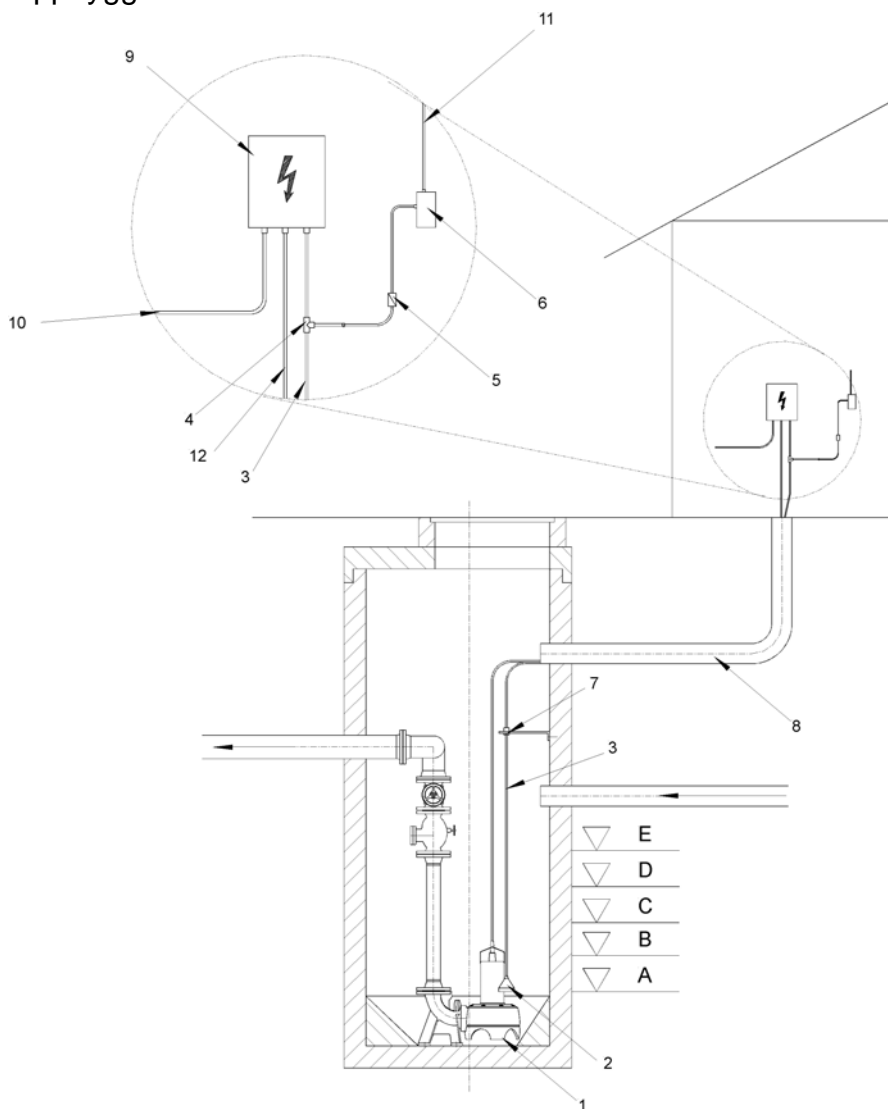

Fig 1
4.1 Beskrivning av anläggningen (Fig 1)
- Vattenståndet fastställs pneumatiskt med hjälp av en piezoresistent trycksensor i motorskåpet (fig. 1).